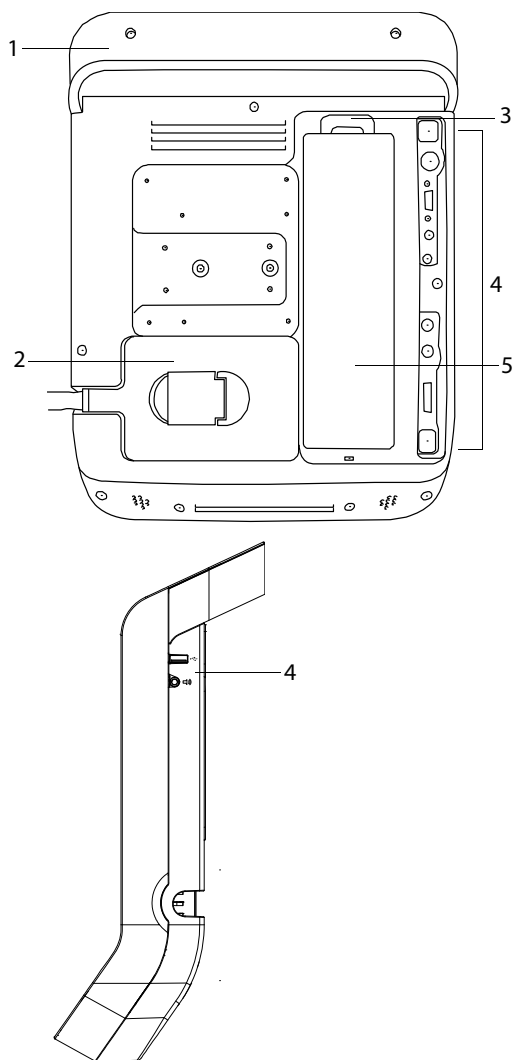

Abbildung 1 Rückseite des Sytems (oben) und Seitenansicht (unten)
Auf der Rückseite des Systems befinden sich das Batteriefach und das Fach für den Schallkopf sowie Anschlüsse für USB-Geräte, Kabel und mehr. An der Seite befinden sich weitere Anschlüsse: (siehe Abbildung 1 auf Seite 2).
- 1 Das Gleichstromkabel des Netzteils an den Anschluss am System anschließen. Siehe Abbildung 1 auf Seite 2.
- ❖ Schließen Sie das USB-Speichergerät an einen der USB-Anschlüsse des Systems an. Siehe Abbildung 1 auf Seite 2.